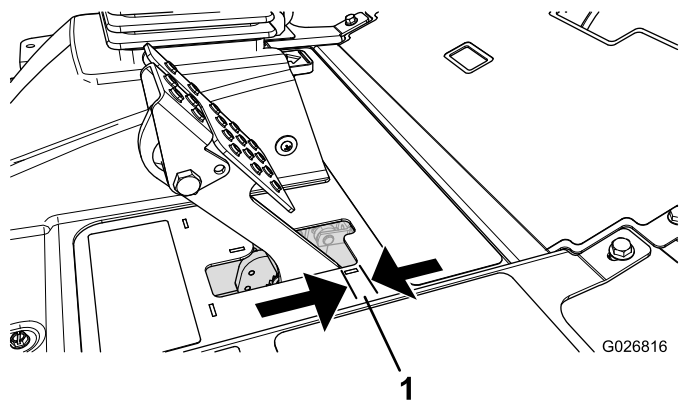

Figure 86
Régalez les freins si la garde à la pédale de frein est supérieure à 2,5 cm ou si la force de maintien offerte est insuffisante (Figure 86). La garde est la distance parcourue par la pédale de frein avant que le freinage soit ressenti.
- Serrez l'écrou arrière afin de pouvoir déplacer le câble en arrière jusqu'à obtention d'une garde de 6 à 13 mm, avant le blocage des roues (Figure 86).